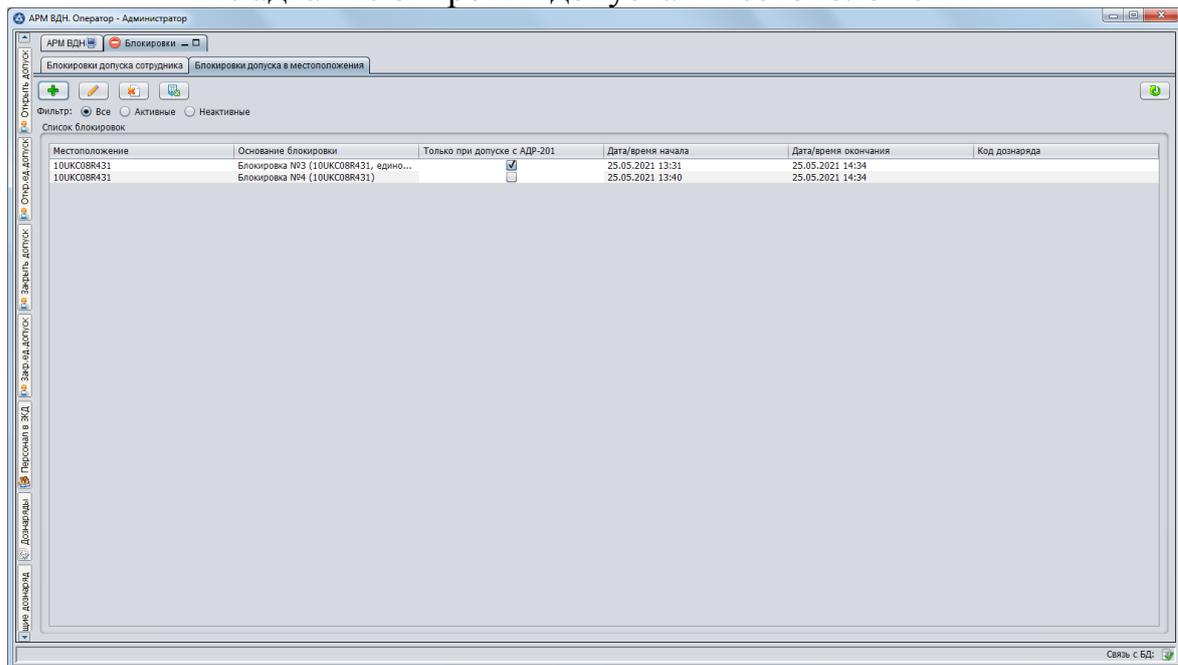

Рисунок 8
3.4.6.1. Панель «Блокировки допуска» предназначена для управления блокировками допуска в ЗКД. Блокировка доступа в ЗКД может быть назначена как индивидуально сотруднику, так и всем сотрудникам в определенное местоположение (как правило, при проведении в данном местоположении опасных работ). Состав панели «Блокировки допуска» приведен на рис. 8.